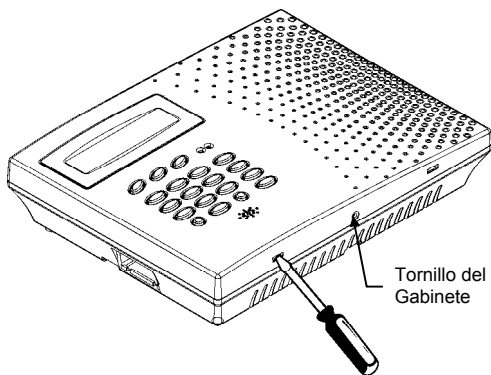

Figura 2.4: Abriendo el Gabinete
3. Utilice un destornillador para presionar cuidadosamente las lengüetas, como se muestra en la Figura 2.4.
7. Conecte el pequeño cable plano entre el GSM800 PCB (5) y el panel de control (placa principal) PCB.
8. Coloque la tarjeta SIM en el soporte para la tarjeta SIM (1).